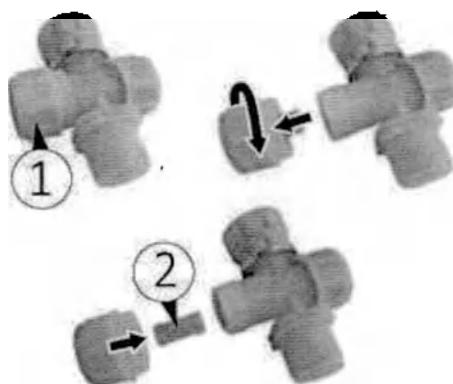

Рис. 23
2) Достаньте фильтры для воды и открутите крышки (1 Рис. 23), как показано на рисунке ниже:
3) Извлеките цилиндрический фильтр (2 Рис. 23) внутри крышки и тщательно очистите его сжатым воздухом; таким же образом очистите коробку фильтра.